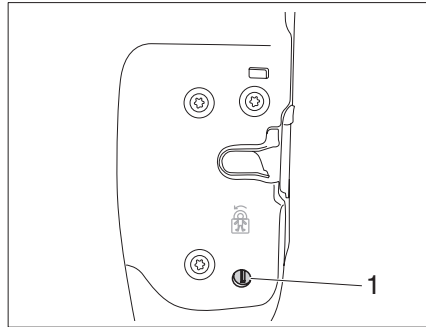

Bild 13 Aktivera/inaktivera barnlåset
Vredet för barnsäkringen (Bild 13,1) befinner sig vid kanten av skjutdörren.
- ▶ Bilnyckeln stoppas in i (Bild 13,1) vredet.